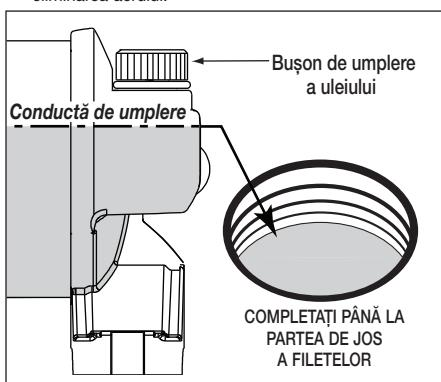

Figura 16, Nivelul uleiului din rezervor
3. Verificați nivelul uleiului. Consultați Figura 16. Dacă nivelul uleiului este scăzut, adăugați ulei suplimentar până când nivelul urcă la filetul inferior al deschiderii bușonului de umplere cu ulei.